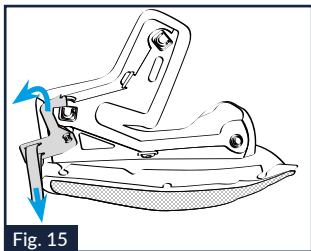

Fig. 15
12.1. Das Polster der linken Wangenpolsterung nehmen und prüfen, dass der Sicherungshebel auf der Rückseite in geöffneter Position ist (Abb. 15).